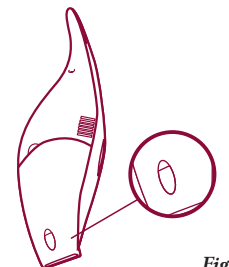

Fig. 9
- Controlar frecuentemente el nivel del líquido presente en el depósito: la ventana situada en el fondo del depósito permite ver la cantidad de líquido que ha sido aspirado. Mantener el aparato en posición vertical, con la boca hacia abajo. (fig. 9)